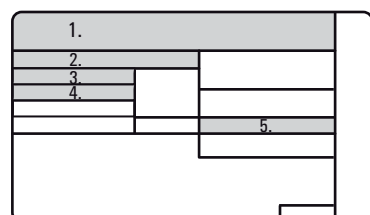

Bild 2-1 Typskylt utomhusdel
1 - Fabriksfyllning av utomhusdelen (se bild 2-1, pos. 5):	kg